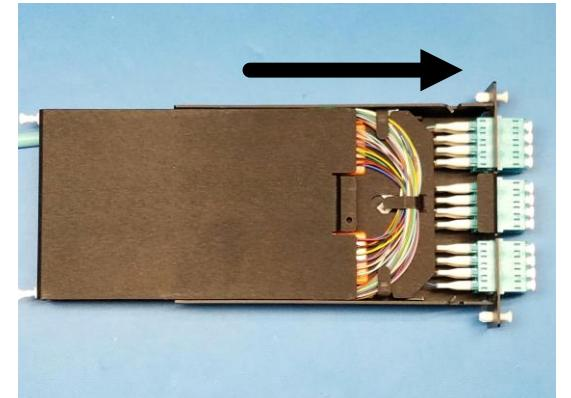

Figura 20
- 4.11 Instale la tapa superior (**Figura 20**).